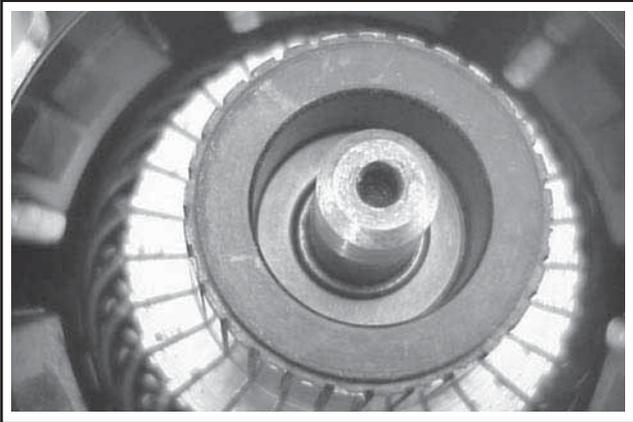

Figure 8-66. Installation de la rondelle de butée.
9. Installer la rondelle de butée plate dans l'extrémité du commutateur de l'arbre de l'armature. Voir la Figure 8-66.